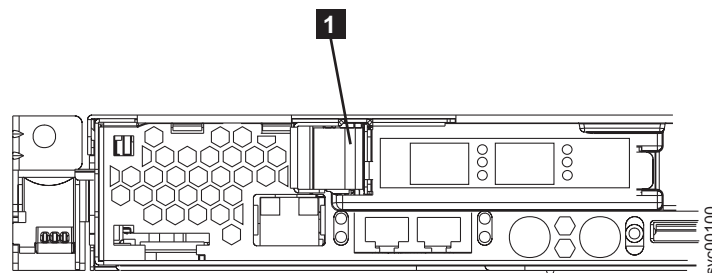

図 146. PCI スロット 1 カード・リテーナー
1. ファイバー・チャンネル・カードをスロット 1 に取り付けます。図 146 を参照してください。